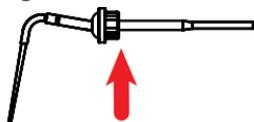
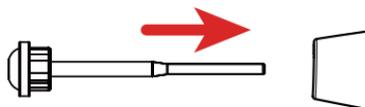

Figure 6 Conseil de travail
Figure 7 Installation de la pointe de travail
3. Sélectionnez la pointe de travail de travail souhaitée et la fiche hexagonale sur la pointe de travail (comme indiqué par la flèche rouge de la figure 6). Lors de l'installation de la pointe de travail comme indiqué sur la figure 7, vous pouvez